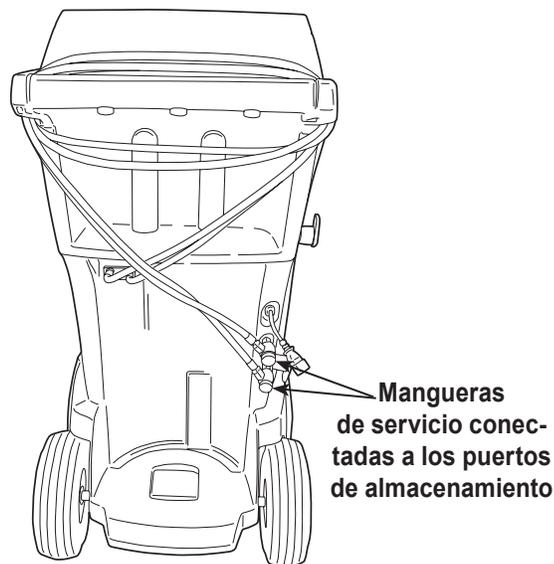

Figura 1
2. Cuando se le indique, conecte las mangueras de servicio de la máquina a sus puertos de almacenamiento como se muestra en la Figura 1. Seleccione ►► para continuar.